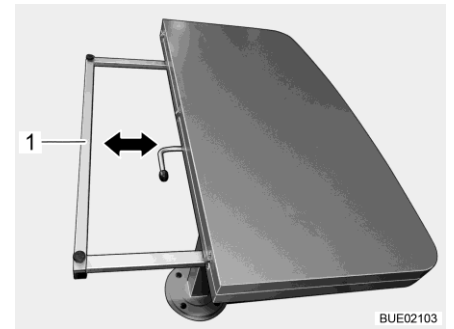

Fig. 134 Raccourcir le plateau de table
- Maintenir le cadre support (Fig. 134,1) des deux côtés et pousser de manière homogène jusqu'en butée sous le plateau de table.